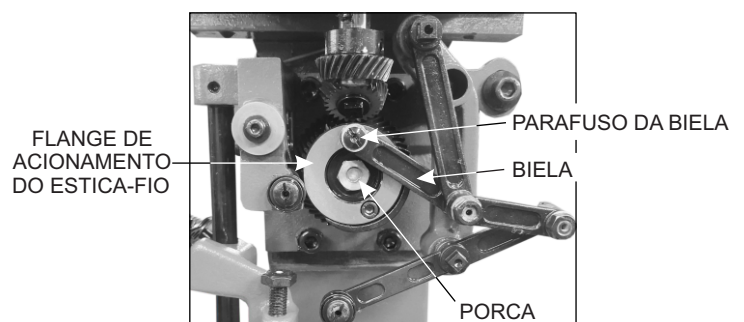

Figura 16
- ✓ Girar o volante até que o flange de acionamento da barra da agulha se posicione com a marcação do ponto 34 na seta de referência no volante (figura 16);
- ✓ Soltar a porca que fixa o flange de acionamento do estica-fio (Figura 16);